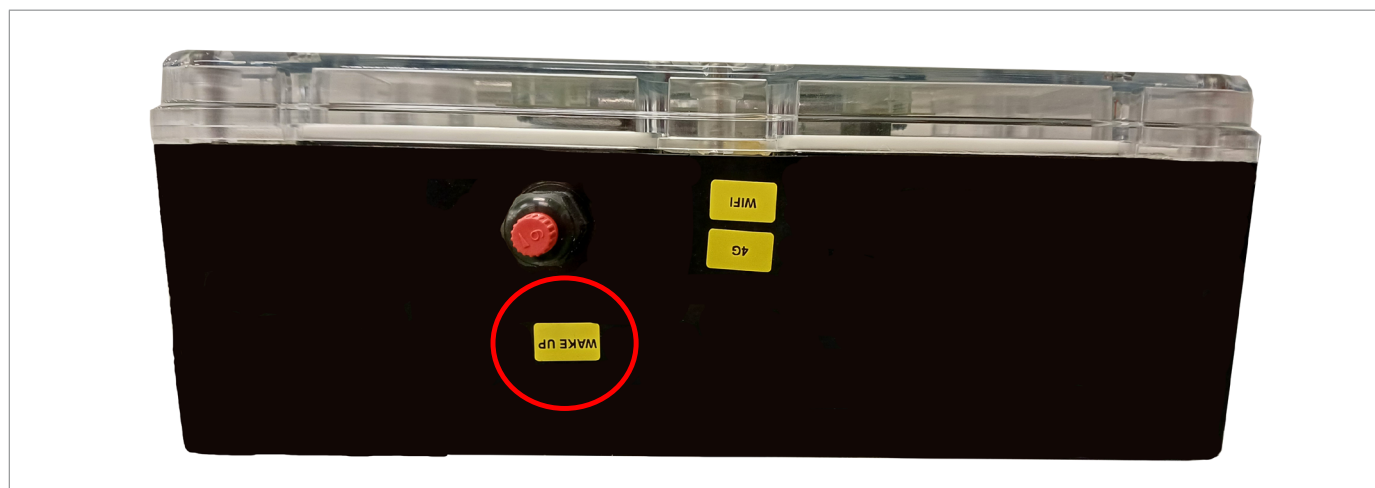

Fig. 5.16. Etichetta per abilitazione Wi-Fi
1. Posizionare il magnete vicino all’etichetta “WAKE UP” (Fig. 5.16)